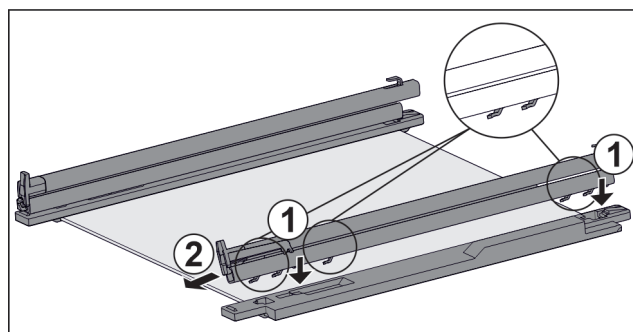

Fig. 48 Ripiano in vetro con guide e fermi
- ▶ Inserire il gancio della guida sulle aperture del **gancio** sinistro. Fig. 48 (1)
- ▶ Tirare la guida in avanti. Fig. 48 (2)
- ▶ Inserire il gancio della guida nelle aperture del **gancio** destro. Fig. 48 (1)